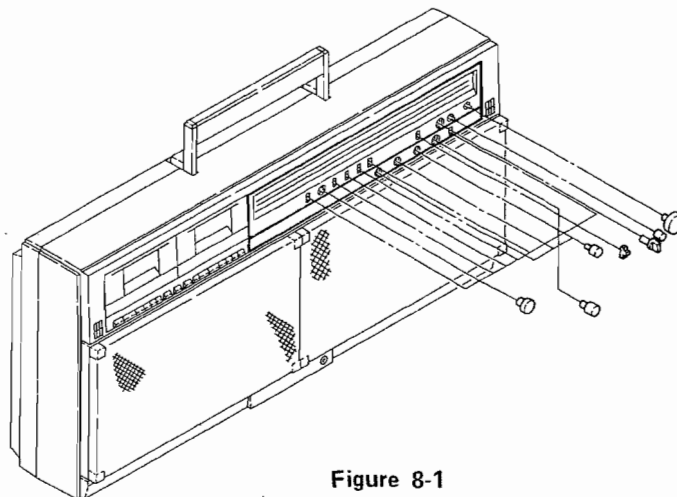

Figure 8-1
1. Remove fifteen knobs at the front cabinet. Then remove two punching metals. See Fig. 8-1.
1. Die fünfzehn Knöpfe auf dem Vordergehäuse entfernen. Dann die zwei Stanzmetalle entfernen. Siehe Abbildung 8-1.
1. Enlever les quinze boutons situés sur le coffret avant. Puis enlever des deux pièces de métal poinçonné. Voir la Fig. 8-1.